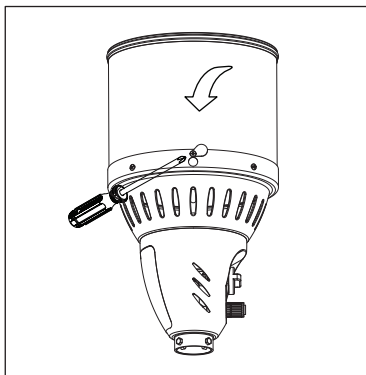

Figure 1
3. Ouvrir trou d'observation par couvercle coulissant de chaque côté (Figure 1).